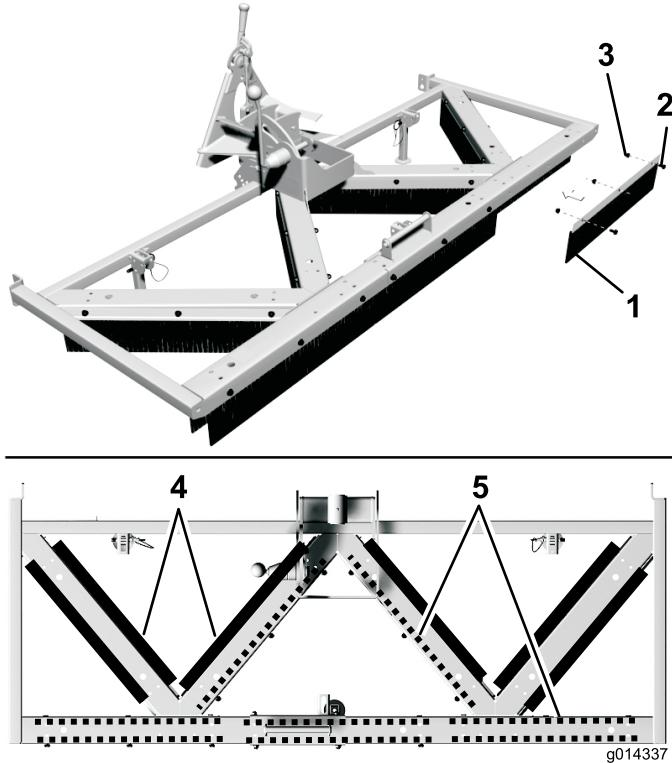

Bild 6
1. Befestigen Sie jede der 14 Kunstrasenbürsten mit drei Bundbolzen (5/16 x 0,613 Zoll) und Bundmuttern an den Seiten des Rasengrommer. Die Bürsten müssen unter dem Flansch angebracht werden, wie in Bild 6 dargestellt.